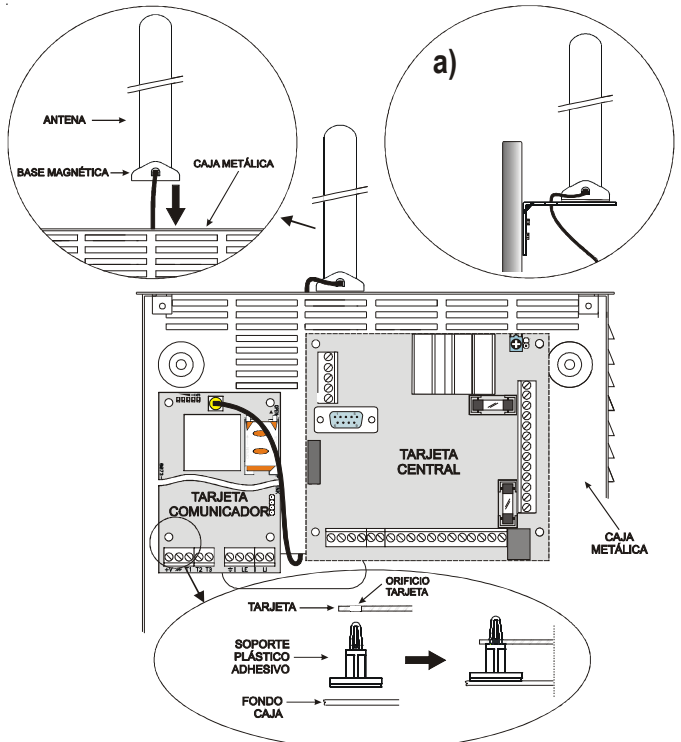

Fig. 2 - Montaje de la tarjeta en el interior de la central
- 4a. Colocar la antena con el cable de 25 cm o la antena con el cable de 2 metros [1] sobre la caja metálica (Fig.2) de modo que la base magnética [2] se adhiera a la superficie. Pasar el cordón de la antena por una abertura para el paso de los cables. Para la versión **BGSMS-100KEA** o **BGSMS-120KEA** si es necesario, se puede utilizar el estribo metálico [13], Ver Fig.2a. Fijar el estribo metálico [13] utilizando los orificios [12] en un soporte adecuado. Colocar la antena con el cable de 25 cm o la antena con el cable de 2 metros [1] sobre el estribo metálico [13] (Fig.2a), de modo que base magnética [2] se adhiera a la superficie. Pasar el cordón de la antena por el orificio [11] del estribo metálico [13].